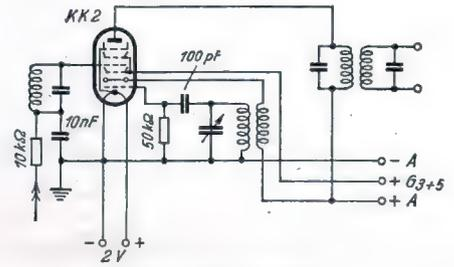

Bild 6. Schaltung der Achtpolröhre KK 2.
- KH 2** Achtpolröhre, Sockel 30, Schaltung Bild 6